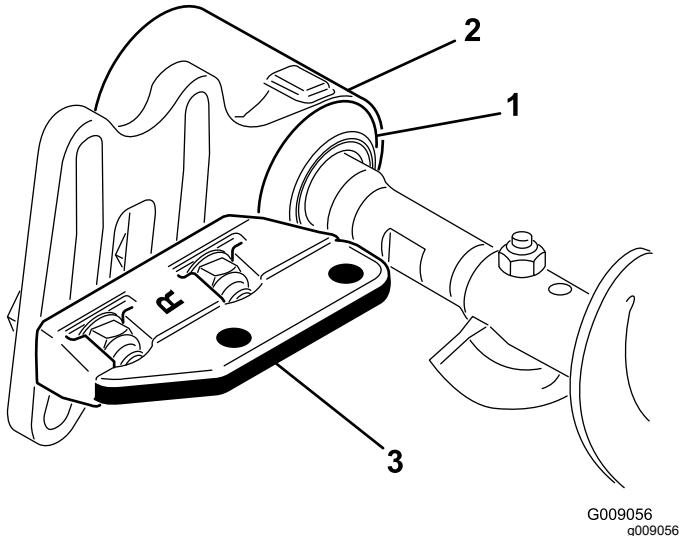

Figura 26
11. Deslice cada retén hacia el exterior hasta que los sellos toquen ligeramente el alojamiento de cada cojinete (Figura 26).